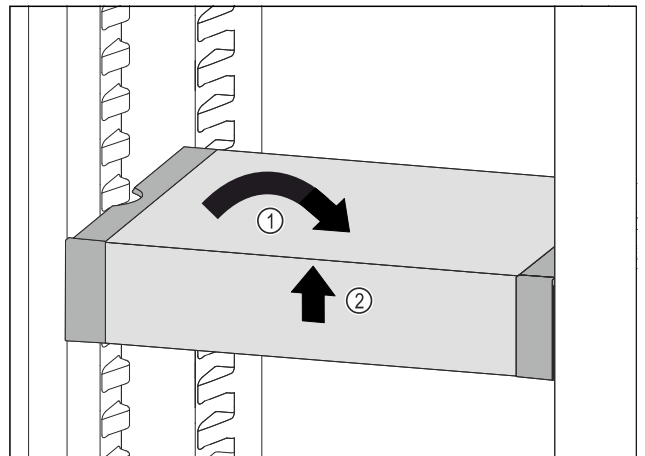

Fig. 64
- Remettre le VarioSafe droit. Fig. 64 (1)
- Soulever la partie avant du VarioSafe. Fig. 64 (2)